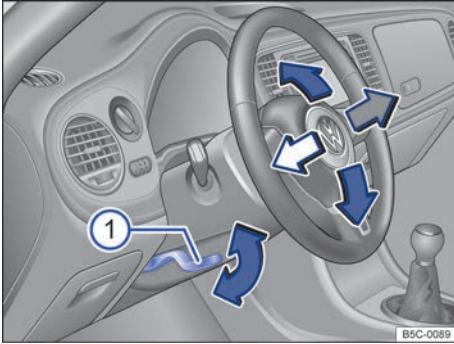

Fig. 65 Ajuste mecánico de la posición del volante.
- Tire hacia abajo de la palanca → fig. 65 ①.
- Después del ajuste, presione siempre la palanca → fig. 65 ① firmemente hacia arriba para que no se modifique la posición del volante accidentalmente durante la marcha.